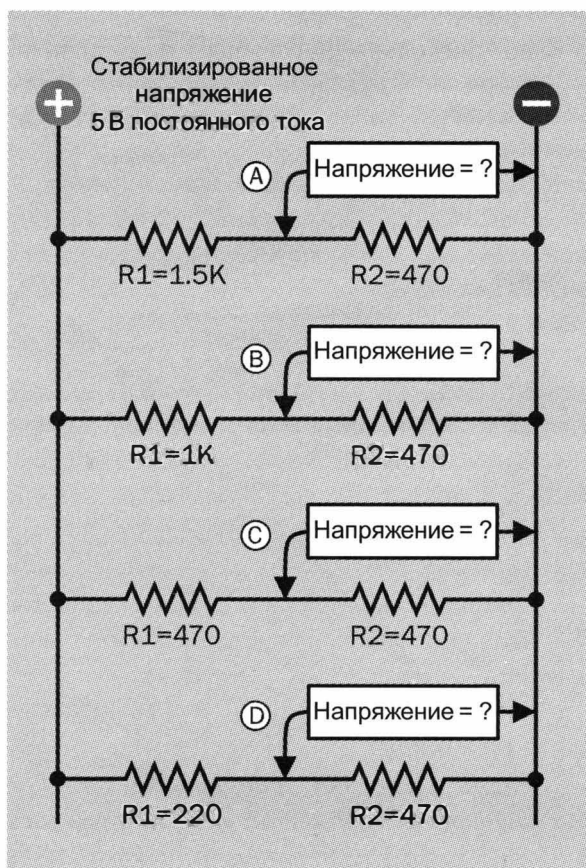

Рис. 2.10. Понятие делителя напряжения является одним из основных понятий электроники. Вам необходимо четко его понимать
Посмотрите на рис. 2.10. В этой схеме вместо транзистора, подключенного последовательно с резистором номиналом в 470 Ом, я использовал резисторы разных номиналов.
- $R2$ — значение сопротивления (в омах) на минусовой стороне (как на рис. 2.10).